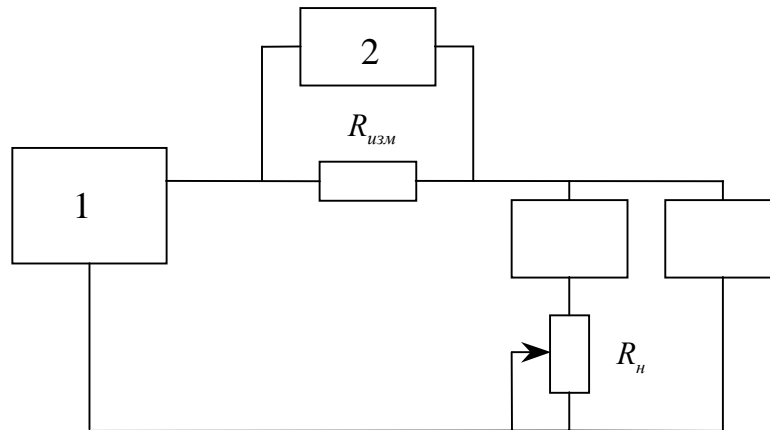

Рис.4. Схема соединения приборов при проверке нестабильности выходного тока при изменении напряжения питающей сети:
9. Нестабильность выходного тока при изменении напряжения на нагрузке от 0.9 максимального значения до нуля в режиме стабилизации тока определяется по структурной схеме, приведенной на рис.4.
11. Пульсации выходного тока в режиме стабилизации тока определяются по структурной схеме, приведенной на рис.4, в которой вместо измерителя неустойчивости В8-1 на выходные клеммы прибора поочередно включаются милливольтметр переменного тока ВЗ-38 и осциллограф С1-48Б.